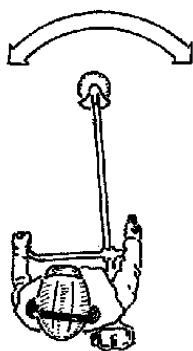

Fig.13
**Vous devez faucher l'herbe** comme si vous étiez dans un couloir d'environ 1,5 mètre de largeur, en avançant pas à pas, en fauchant de droite à gauche et vice versa. Assurez-vous à chaque pas que vous êtes toujours bien campé sur vos pieds (Fig. 13).